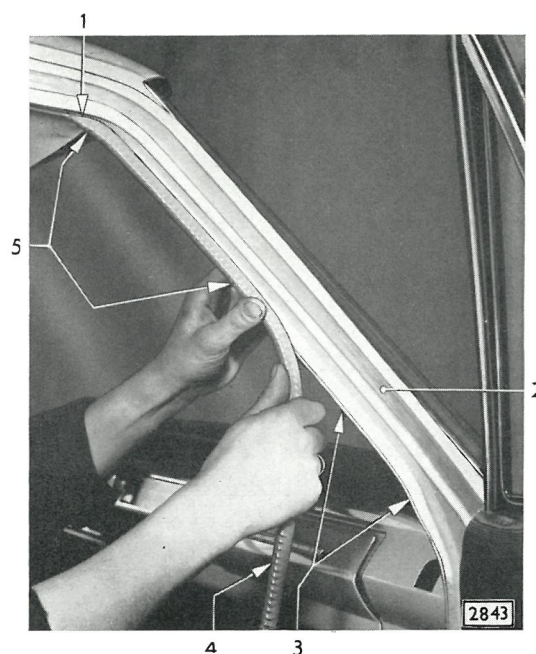

Bild 56 - Verkleidung auf Scharniersäule aufdrücken
4. Mit dem Aufdrücken der Verkleidung auf den Scharniersäulensteg oben anfangen (Bild 56). Die Verkleidung wird von Hand aufgedrückt.